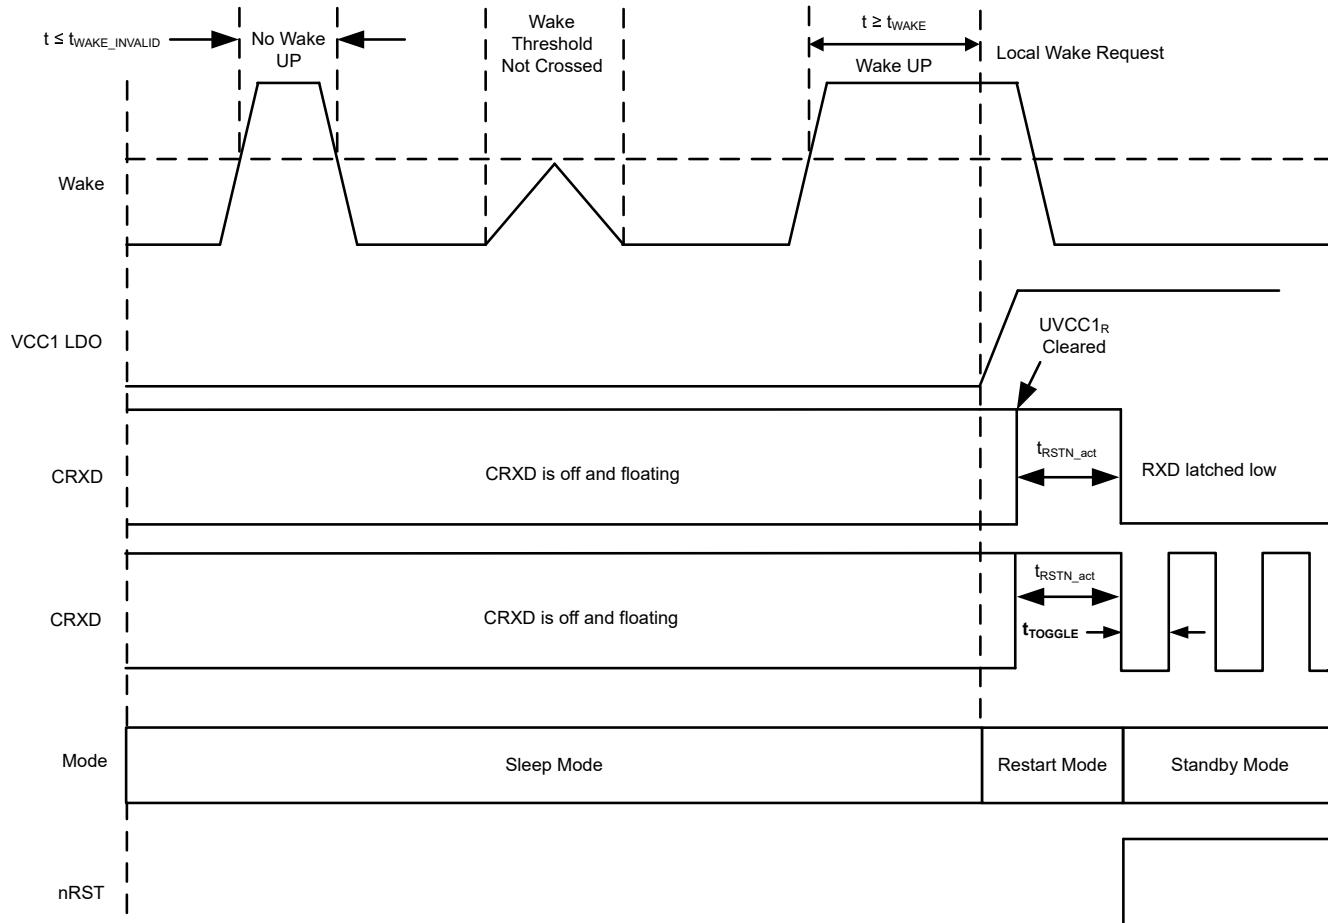
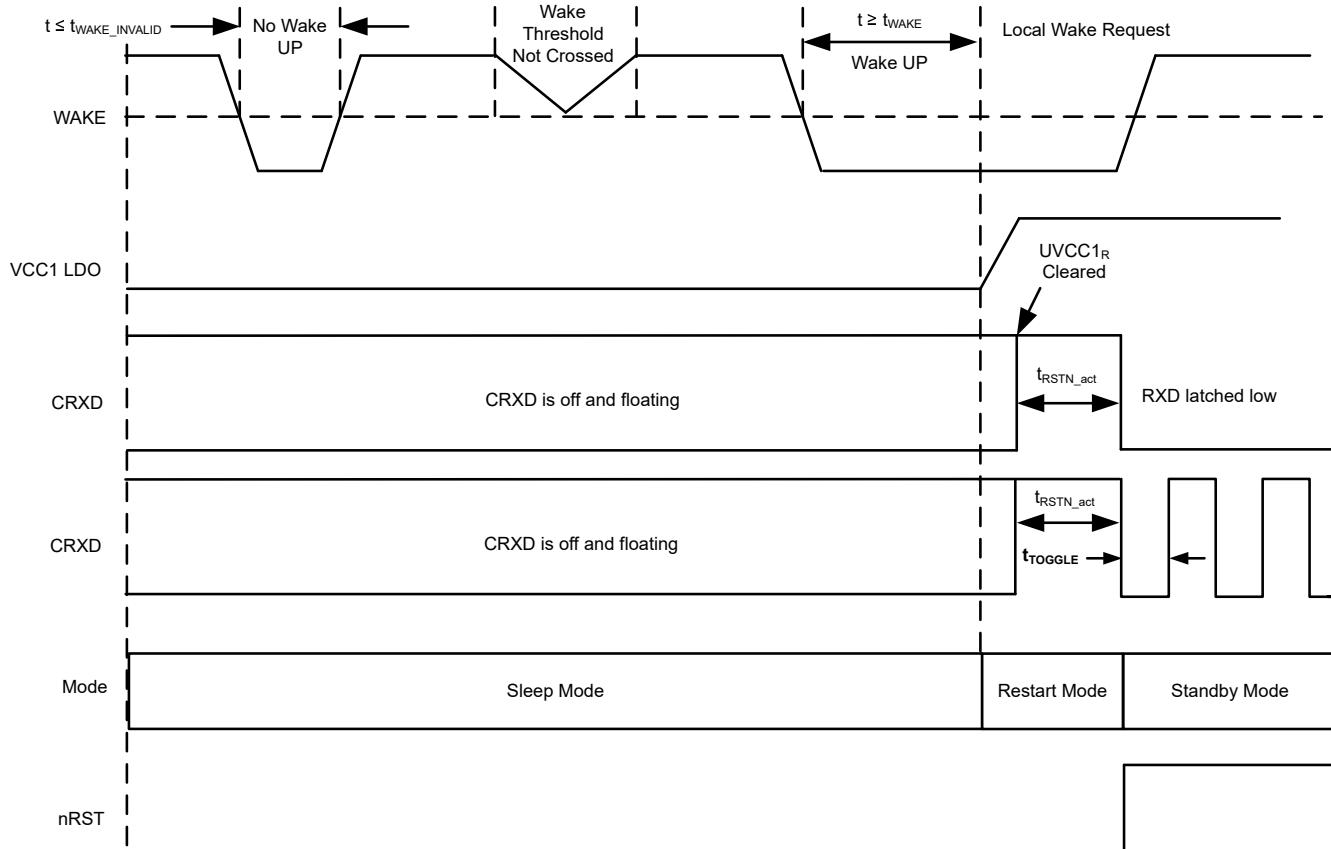

図 8-18. ローカルウェークアップ - 立ち上がりエッジ
図 8-19. ローカルウェークアップ - 立ち下がりエッジ
WAKE_x ピンは、WAKE_CONFIG2、WAKE_CONFIG4、WAKE_CONFIG5 レジスタ内の WAKE_x_SENSE ビットのデフォルト値により、静的検出ウェークが初期設定になります。WAKE_x ピンはデフォルトでは双方向入力ですが、WAKE_CONFIG レジスタ 8'h11[7:6] を使用することで、立ち上がりエッジと立ち下がりエッジの遷移に構成可能です。図 8-18 および 図 8-19 を参照してください。WAKE ピンはグランドに基づくウェーク入力であり、グランドまたは V_{SUP} に接続されたスイッチで使用できます。WAKE_x ピンの入力スレッショルドは VCC1 レベルを基準にでき、プロセッサに直接接続または VCC1 レールに切り替えることができます。端子を使用しない場合は、不要な寄生ウェークアップを防ぐためにグランドへ接続します。デバイスがスリープ モードに移行すると、WAKE 入力の状態遷移を決定する前に、WAKE_x 端子の電圧レベルが t_{WAKE} の間 Low 状態または High 状態である必要があります。t_{WAKE_INVALID} より小さいパルス幅はフィルタ処理されます。
- 図 8-18 と 図 8-19 は、立ち上がりエッジまたは立ち下がりエッジによる WAKE 入力の例を示しています。VCC1 > UVCC1 の状態でスタンバイモードに入ると、RXD は Low にプルされます。